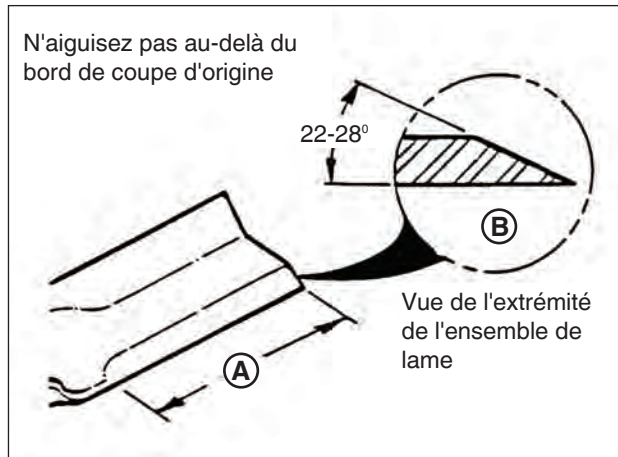

Figure 21: Aiguiser la lame de tondeuse
4. Aiguissez la lame sur une meule à un angle de 22 à 28 degrés (**B**, **Figure 21**). N'AIGUISEZ PAS au-delà du bord de coupe d'origine (**A**).